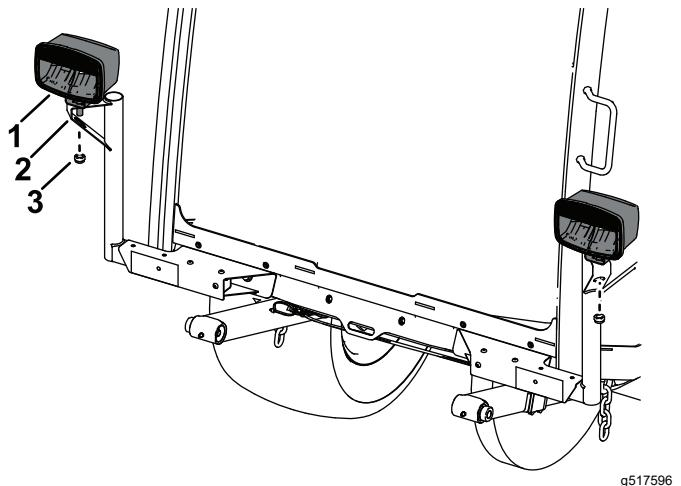

**Figura 15**
2. Fissate il supporto del faro sinistro e di quello destro sulle basi dei fari inserendo 3 bulloni a testa bombata (1/4" x5/8") nelle piastrine per viti autofilettanti di ciascun lato (Figura 15).